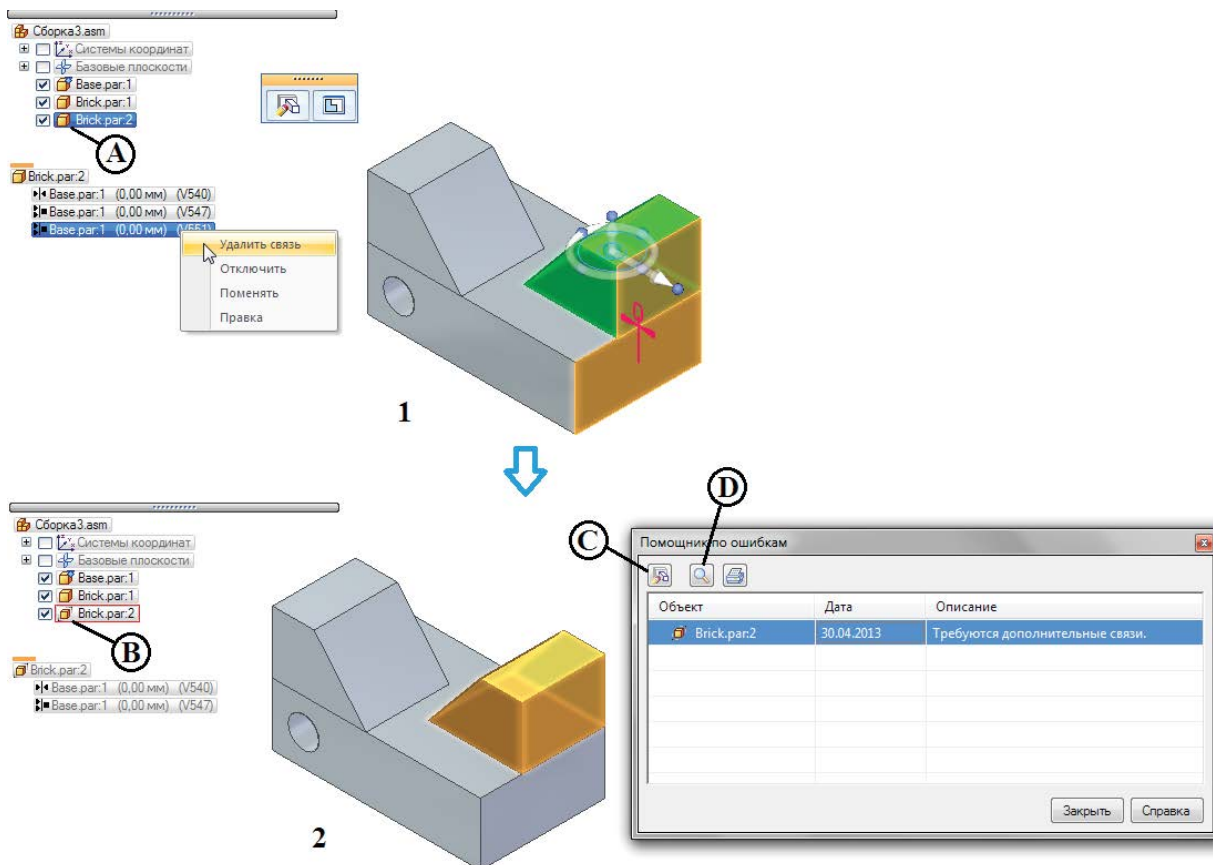

Рис. 2.7.28. Удаление связи полностью позиционированного компонента и соответствующее окно помощника по ошибкам
После удаления сборочной связи полностью позиционированного компонента значок слева от его наименования (рис. 2.7.28, А) в навигаторе изменится на **Деталь, позиционированная не полностью** (см. рис. 2.7.28, В и табл. 2.7.3). Такой компонент помещается в список проблемных компонентов, который можно просмотреть, запустив **Помощник по ошибкам** с помощью команды **Ошибки** в группе **Помощники** на вкладке **Сервис**. Окно помощника по ошибкам представлено на рис. 2.7.28, 2. В столбцах таблицы представлены наименования проблемных компонентов, дата возникновения недоделки или ошибки, а также ее краткое описание. Выделив строку не полностью позиционированного компонента и нажав кнопку **Правка** (С), можно перейти к добавлению недостающей сборочной связи. Кнопка **Масштаб** (D) предназначена для укрупненного выделения проблемного компонента в графическом окне (аналог команды **Выделить крупно** контекстного меню компонента в навигаторе). Выбранный в строке компонент выделяется в верхней панели навигатора.